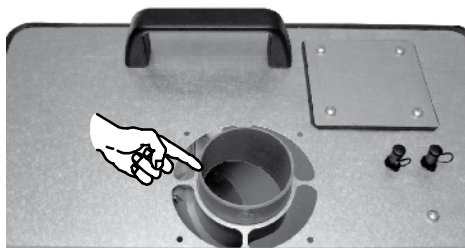

Figura 5.9
**Il diaframma va posizionato come in Figura 5.9.**
Il diaframma deve essere inserito o rimosso seguendo le indicazioni fornite in questo capitolo. Il diaframma va posizionato come in Figura 5.9.